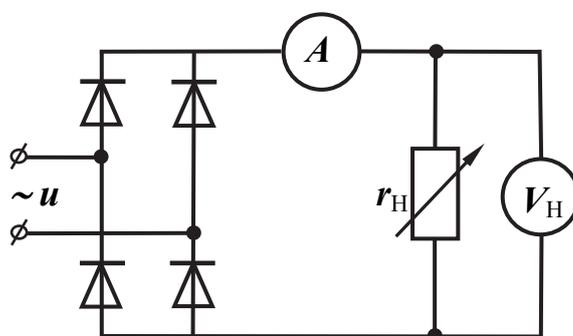

Рис. 22.2
2. Собрать мостовую однофазную схему двухполупериодного выпрямителя (рис. 22.2).